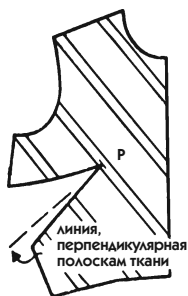

Рис. 502
1. Подготовьте лекало лифа, переведя вытачку в нужное направление (на рис. 502 обе вытачки объединены в вытачку от бокового среза).
- Если полосы довольно широкие, расположите полосу на наиболее выступающей точке груди, не выше и не ниже (см. рис. 502). Приложите ткань к фигуре по-разному, чтобы увидеть различие в расположении полос.
- От точки Р проведите перпендикуляр к полосам (пунктирная линия на рис. 502).